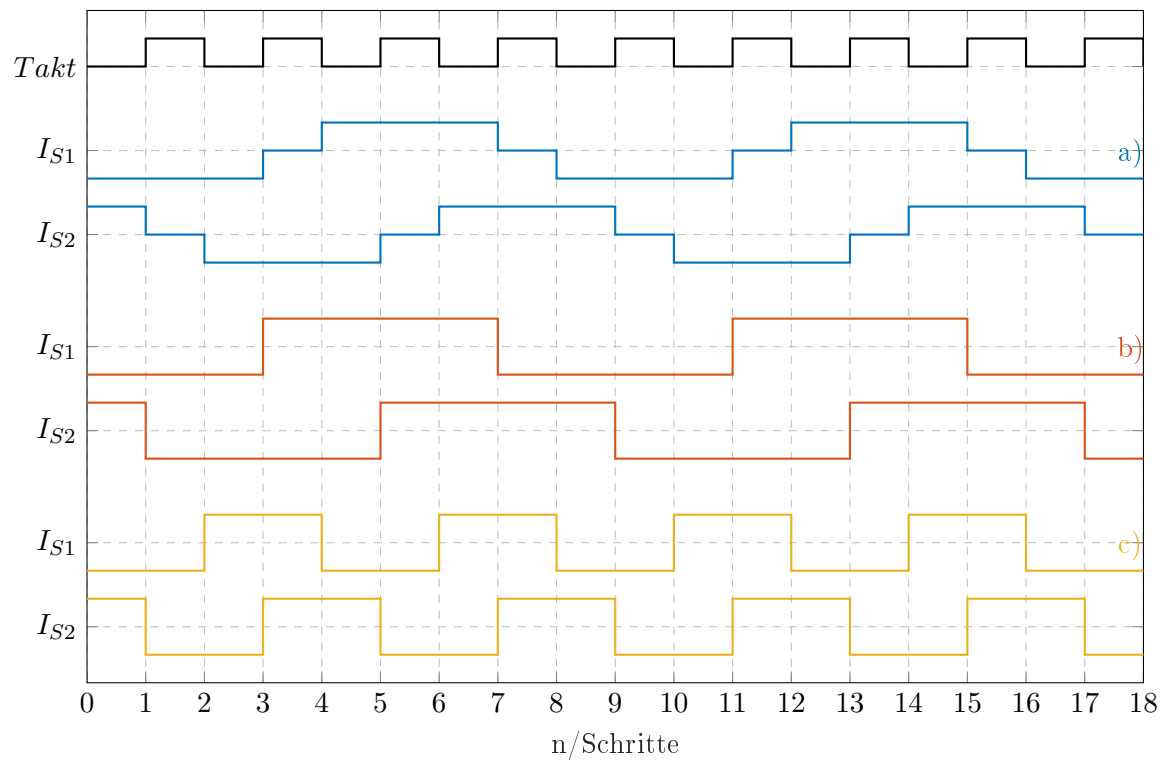

Abbildung 1.1: idealisierte Stromverläufe im Rechtslauf
Um zuerst ein allgemeines Verständnis der Stromverläufe bei verschiedenen Betriebsmodi zu erlangen, sollen diese erarbeitet werden. Zur Vereinfachung werden die Ströme idealisiert, so wird das Taktsignal deutlich größer als die Zeitkonstante  $T_S$  angenommen. In Abbildung 1.1 werden diese im Rechtslauf unter folgenden Bedingungen angezeigt:
d) Wird der Motor mit den Strömen der Abbildung 1.1 a) oder b) angeregt, stellt sich die gleiche Drehzahl ein. Einzig werden durch die Halbschritte in a) ein runderer Lauf ermöglicht. Im Gegensatz dazu dreht sich der Motor in c) doppelt so schnell wie in a) oder b), da die Periodendauer nur halb so groß ist.